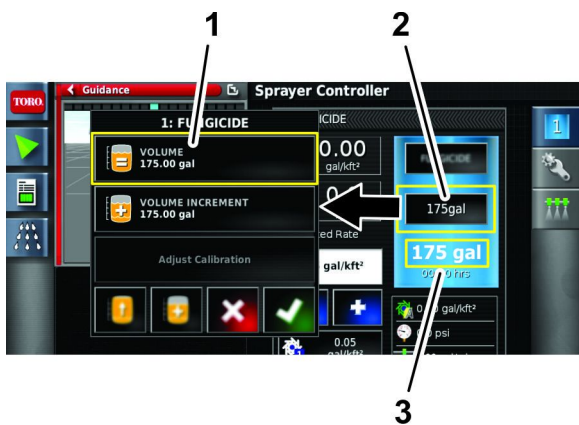

Figura 36
2. Pressione o ícone VOLUME (Figura 36).